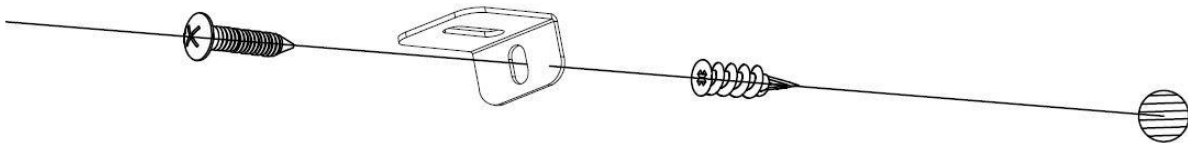

Fig 3-3
C. Befestigen Sie den Kunststoffdübel (**C**) in der Trockenbauwand und schrauben Sie dann die mitgelieferte Schraube **B** in das Loch des **L-Winkels** in den Wanddübel, um den Kamin vor dem Herausfallen aus den Haken zu sichern (**Abb. 3-3**).